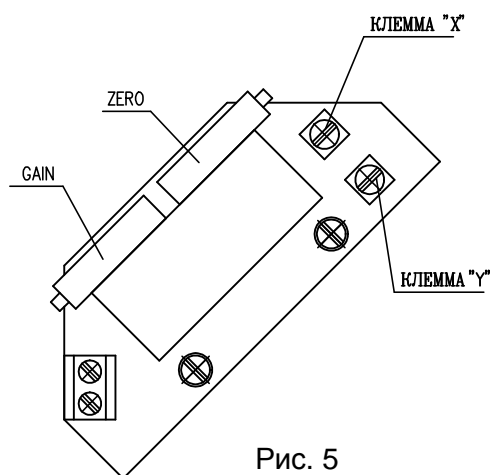

Рис. 5
##### 4.4.1 EPV - 2-проводниковое включение (рис.5)
- Установте омический датчик на основании инструкций в предыдущей главе так, что омическую величину измеряйте на клеммах X-Y (рис.5). (употреблен датчик с омической величиной 100Ω)
- Поворачиванием устанавливающего триммера ZERO (рис.5) установите величину выходного сигнала тока, измеряемого на клеммах 81-82, на величину 4 мА.
##### 4.4.2 EPV - 3-проводниковое включение (рис.5а)
- Установте омический датчик на основании инструкций в предыдущей главе так, что омическую величину измеряйте на клеммах X-Y (рис.5а). (употреблен датчик с с омической величиной 2000Ω или 100Ω).
- Поворачиванием устанавливающего триммера ZERO (рис.5а) установите величину выходного сигнала тока, измеряемого на клеммах 81-82, на величину 0 мА или 4 мА.
- Поворачиванием устанавливающего триммера GAIN (рис.5а) установите величину выходного сигнала тока, измеряемого на клеммах 81-82, на величину 20 мА или 5 мА.
Рис. 5а